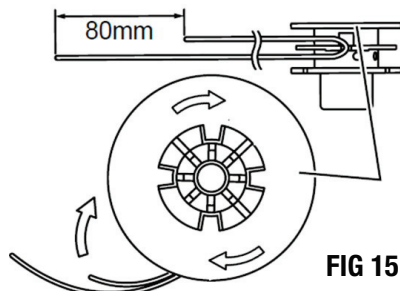

FIG 15
## REEMPLAZO DE LA LÍNEA (FIG 15)
- Enganche el centro del nuevo cordón de nylon en la muesca en el centro de la bobina, con un extremo del cordón que se extienda alrededor de 3-1/8" (80mm) más que el otro. Vea la Fig 15.